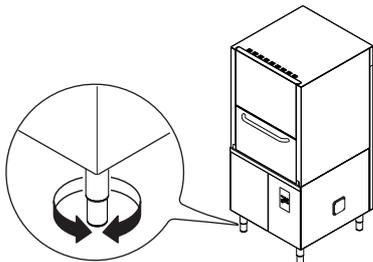

Abbildung 9 Einstellfuß
- Das Gerät mithilfe der Stellfüße ausrichten und anschließend die vertikale, die Längs- und Querausrichtung nachprüfen (Abbildung 9).